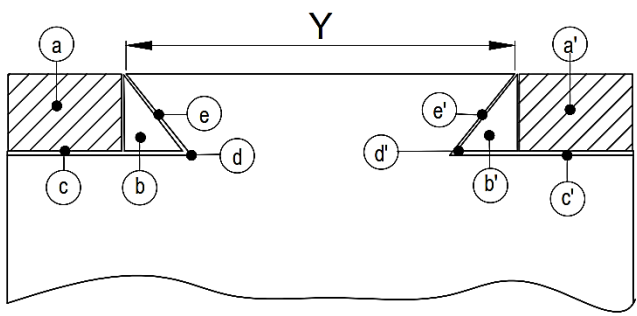

Fig.3
- Croquis (fig :3) ; des opérations d'obtention de la queue-d'aronde ((a,a') ; (b,b') ;(c,c') ;(d,d') et (e,e')) ;
b) Donner le nom des fraises pour réaliser les passes (a et a') et (b et b') de la queue-d'aronde (fig.3) ci-dessus :